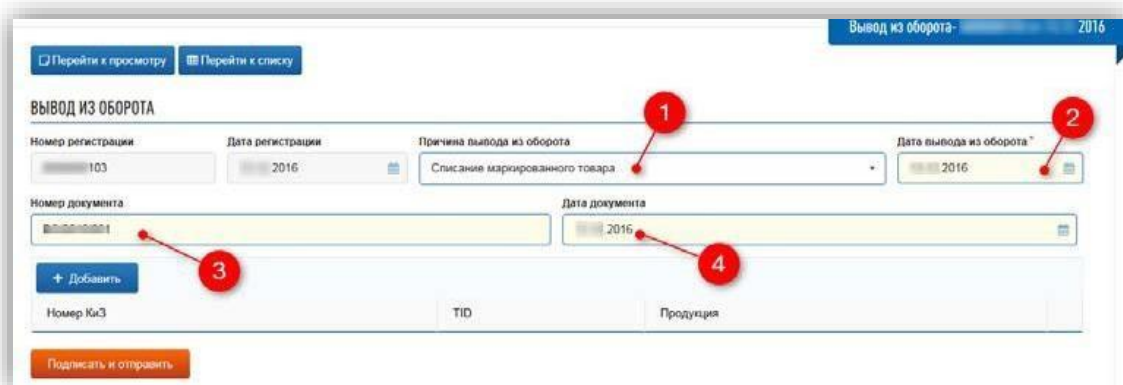

Рисунок 142 – Заполнение реквизитов документа
– Выберите из выпадающего списка причину вывода из оборота [1], заполните обязательные поля «Дата вывода из оборота» [2], «Номер документа» [3] и «Дата документа» [4] (рис. 142).